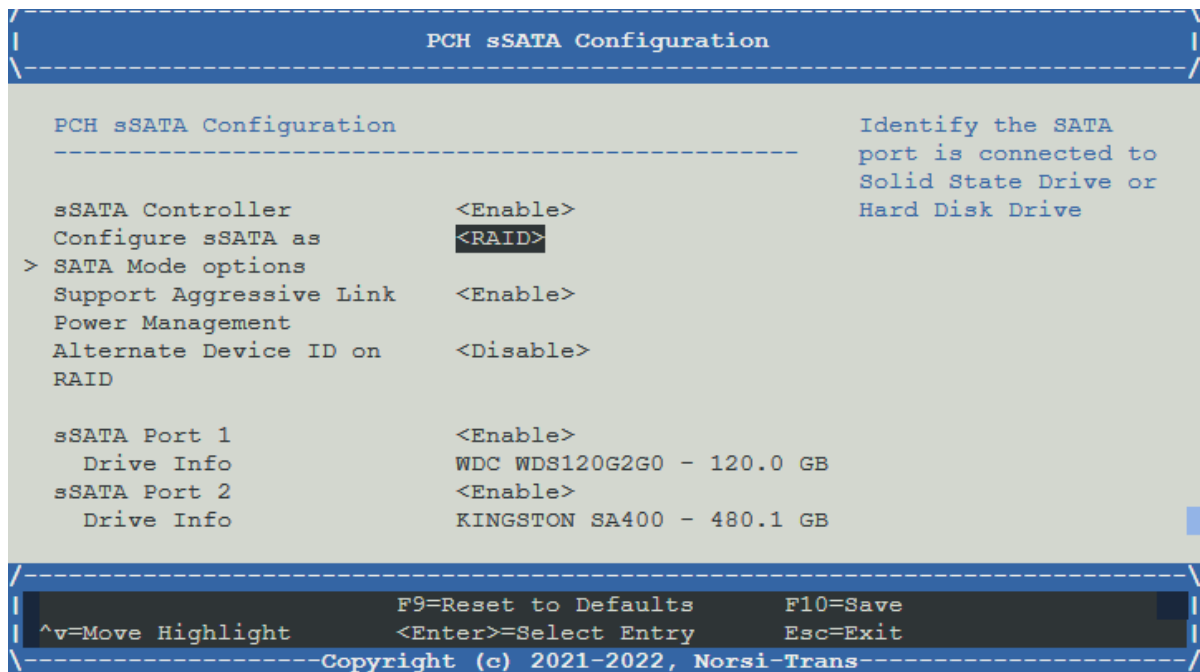

Рис. 67. Меню PCH sSATA Configuration
- 2) Перейдите во вкладку «PCH sSATA Configuration» и установите «sSATA Controller» в состояние <Enable>. Окно показано на рис. 67 Меню PCH sSATA Configuration.